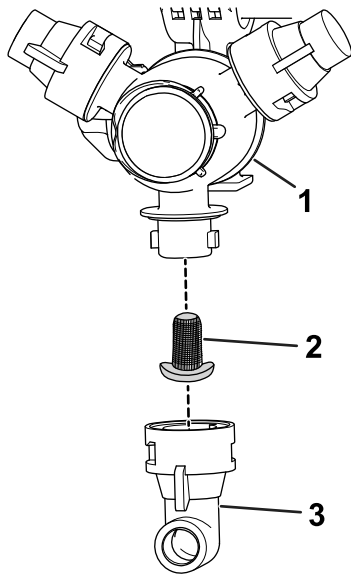

Bild 112
2. Nehmen Sie die Düse vom Sprühdrehkreuz ab (Bild 112).
3. Entfernen Sie den alten Düsenfilter (Bild 112).
4. Setzen Sie den neuen Düsenfilter ein (Bild 112).
5. Setzen Sie die Düse auf das Sprühdrehkreuz auf (Bild 112).